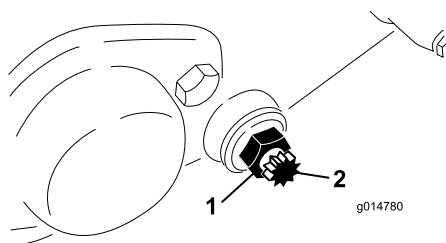

図 54
3. ベッドバー・ボルト (図 54) を固定しているジャムナット (機体両側) をゆるめる。
4. 各ベッド・バー・ボルトを抜いてベッド・バーを下に引き抜いて外す。ベッド・バーの両端にナイロン・ワッシャとスチール・ワッシャが2枚ずつあるので注意する (図 54)。